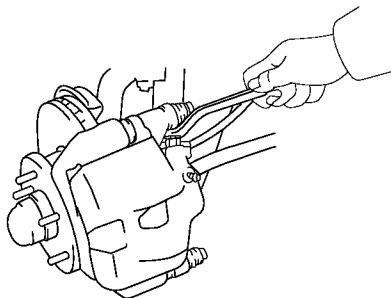

图 15-72 脱开制动器软管
(1) 脱开制动器软管。拆下管接头螺栓，脱开制动器软管，如图 15-72 所示。